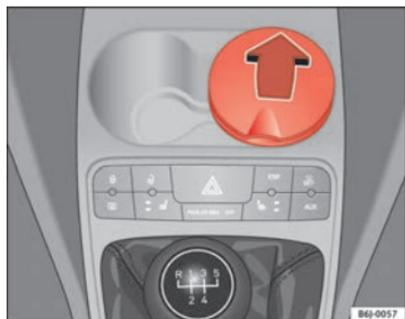

Fig. 81 Cinzeiro dianteiro
- Para abrir o cinzeiro, levantar a tampa ⇒ fig. 81.